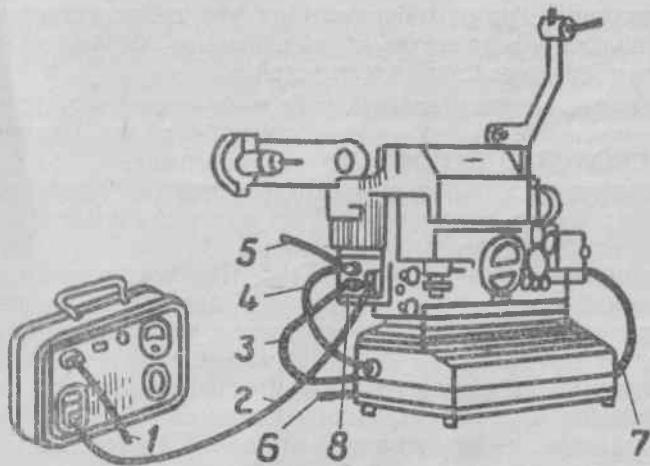

Рис. 22. Схема электрического соединения элементов киноустановки:
Электромонтаж кинопроектора выполнен в нижнем отсеке корпуса фонаря. В нем размещены конденсаторы электродвигателя, монтажные провода и штепсельные розетки, служащие для соединения кинопроектора с остальными элементами киноустановки. Панель ввода 8 (рис. 22) имеет три штырька и четыре гнезда.
5. Разверните кронштейны тормозного устройства подающей бобины и наматывателя до упоров, как показано на рис. 22.
12. Поставьте вблизи кинопроектора блок питания, расположив его так, чтобы было удобно наблюдать за показателем напряжения и поддерживать напряжение в нужных пределах. Установите ручку регулятора напряжения блока питания в крайнее левое положение, С помощью кабеля 1 (рис. 22) соедините блок питания со штепсельной розеткой питающей сети.